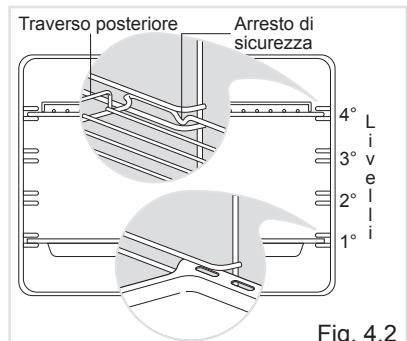

Fig. 4.2
- Infilare in mezzo alle guide dei telai laterali la leccarda e la griglia come in (fig. 4.2). La griglia va montata in modo che l'arresto di sicurezza, che ne evita l'estrazione accidentale, sia rivolto verso l'interno del forno; il traverso posteriore deve essere rivolto verso l'interno della cavità.